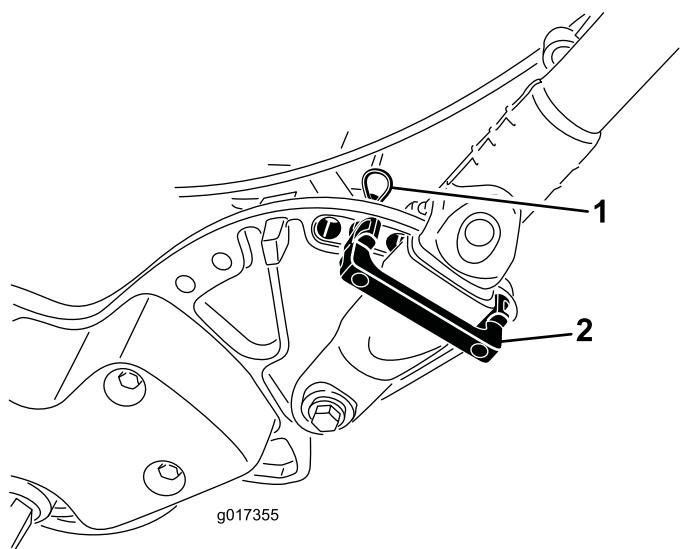

Figura 32
1. Retire los pasadores de horquilla de los retenedores de la palanca a cada lado de la máquina (Figura 32).
2. Sujetando el manillar, retire los pasadores de horquilla de cada lado y gire el manillar a la posición de funcionamiento que desee (Figura 32).